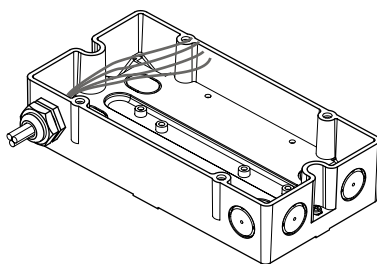

Fig. 4
4. Secure the M20 x 1.5 cable glands on the housing and guide in the cables (Fig. 4).
4. Befestigen Sie die Kabelverschraubungen M20 x 1,5 am Gehäuse und führen Sie die Kabel ein (Fig. 4).
4. Fixez les presse-étoupe M20 x 1,5 sur le boîtier et introduisez les câbles (fig. 4).